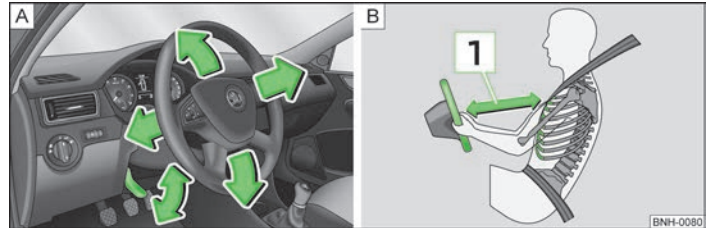

Abb. 62 Verstellbares Lenkrad: Hebel unter der Lenksäule / Sicherer Abstand zum Lenkrad
- Einen Abstand zum Lenkrad von mindestens 25 cm  einhalten » **Abb. 62** auf Seite 70 - . Wenn Sie den Mindestabstand nicht einhalten, kann Sie das Airbag-System nicht schützen - Lebensgefahr!
- Den Hebel unter dem Lenkrad nach unten schwenken » Abb. 62 - A.